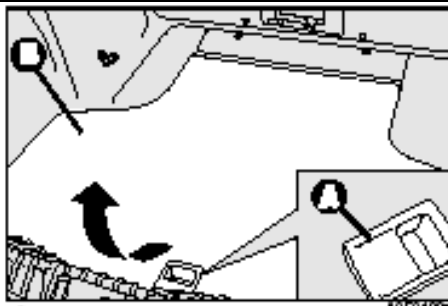
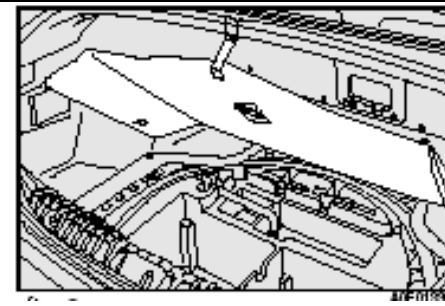

рис.2
рис.3
- ❑ Ручкой **А** – **рис.2** , приподнимите формовочную панель обивки **В** и пристегните ее как показано на **рис. 3**;